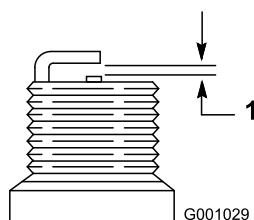

Figure 38
- Réglez l'écartement des électrodes de la nouvelle bougie à 0,76 mm (0,030") (Figure 38).